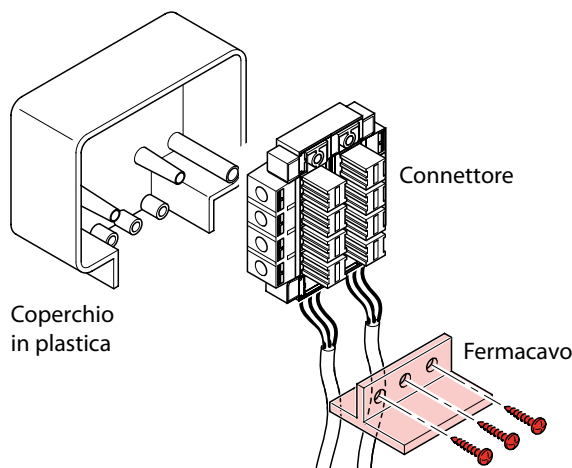

Fig. 6.
2. Inserire il connettore nel coperchio in plastica fissandolo con le apposite viti, quindi assicurare i cavi al coperchio tramite il fermacavo (vedi fig. 6).